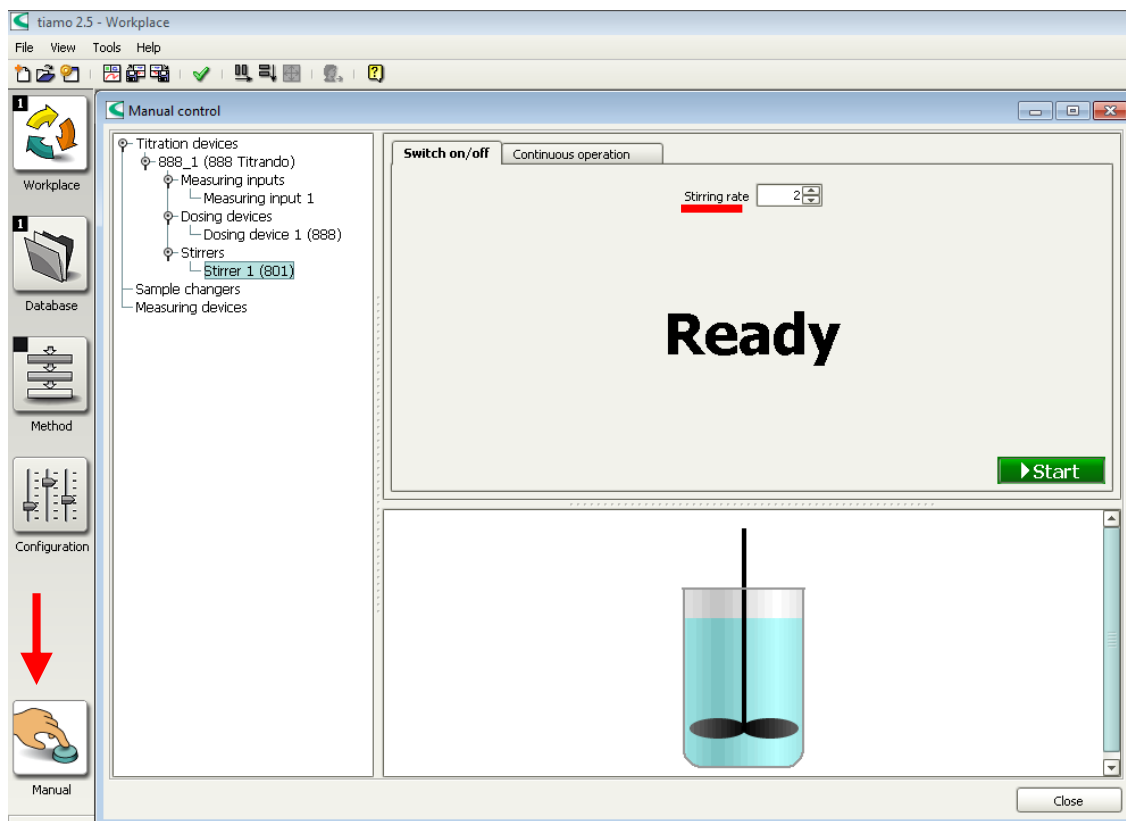

Figura 6: Vista del menú “Manual Control” del software Tiamo™ 2.5.
- e. Seleccionar del menú “Manual control” la opción “Dosing device / Add fixed volumen” y fijar 15 mL. Durante el proceso de llenado y vaciado, golpee suavemente las conexiones con los dedos para eliminar las burbujas alojadas en el sistema (Figura 6).
- a. Limpiar el electrodo y el sensor de temperatura con agua desionizada, secarlos y sumergirlos en buffer pH 7.0. Revisar que el pequeño orificio del electrodo este destapado. En el software Tiamo™ 2.5 desde el menú “Manual control” seleccionar “Stirrer” y ajustar la agitación a velocidad 2 (Figura 6). Mantener el electrodo sumergido durante al menos 2 minutos.